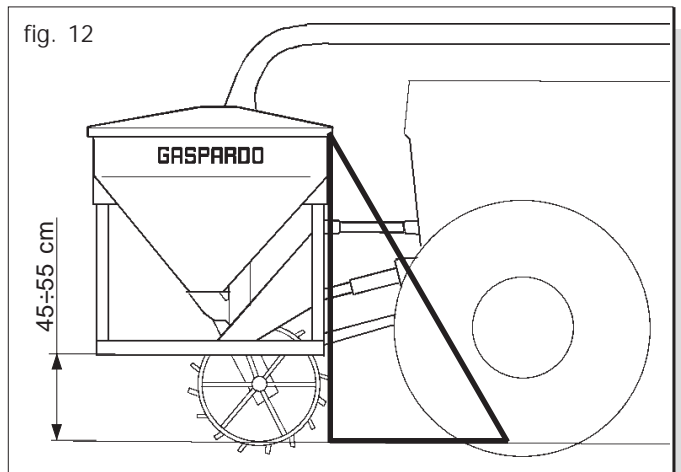

fig. 12
- 2) Collegare il terzo punto superiore (2 Fig. 10); la spina va bloccata con l'apposita copiglia; mediante il tirante di regolazione (1 Fig. 10) fare in modo che l'attrezzatura si sia perpendicolare al terreno (Fig. 12).
- 5) Sollevare l'attrezzatura anteriore, rimuovere i piedi di appoggio. Per garantire la rotazione della ruota di trasmissione, regolare l'altezza dal suolo dell'attrezzatura in posizione di lavoro (45÷55 cm Fig. 12). Questa distanza deve essere mantenuta costante durante il lavoro.